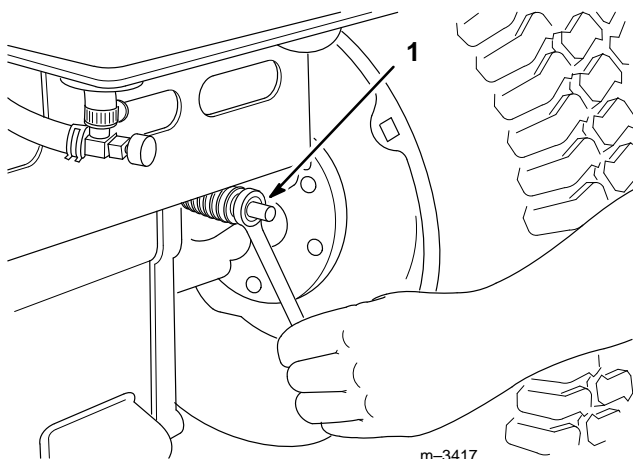

Figure 38
Le réglage du frein se trouve à l'arrière du tracteur (Fig. 38). Si le frein de stationnement n'agit pas suffisamment, il doit être réglé.
4. Tourner l'écrou de réglage du frein (Fig. 38) jusqu'à ce que la course libre de la pédale soit de 5 cm /2").